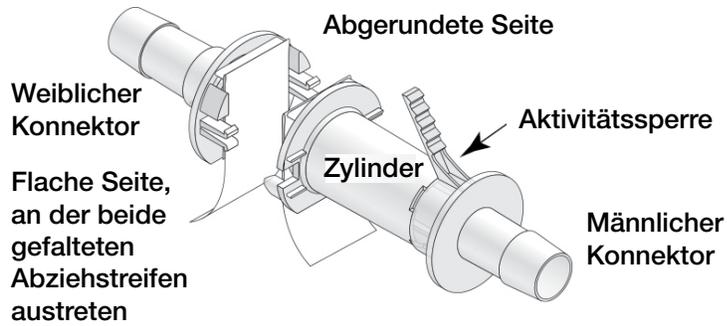

Abbildung 5.37. Männlichen und weiblichen Konnektor ausrichten.
- Halten Sie den Zylinder des größeren (männlichen) Konnektors über die Basis. Richten Sie den kleineren (weiblichen) Konnektor auf den männlichen Konnektor aus. Die flachen Seiten müssen aufeinander ausgerichtet sein, und beide Abziehstreifen müssen zusammengefasst bleiben (Abbildung 5.37). **Hinweis:** Wenn die Kleenpak Konnektoren nicht korrekt ausgerichtet sind, ist keine Verbindung möglich.